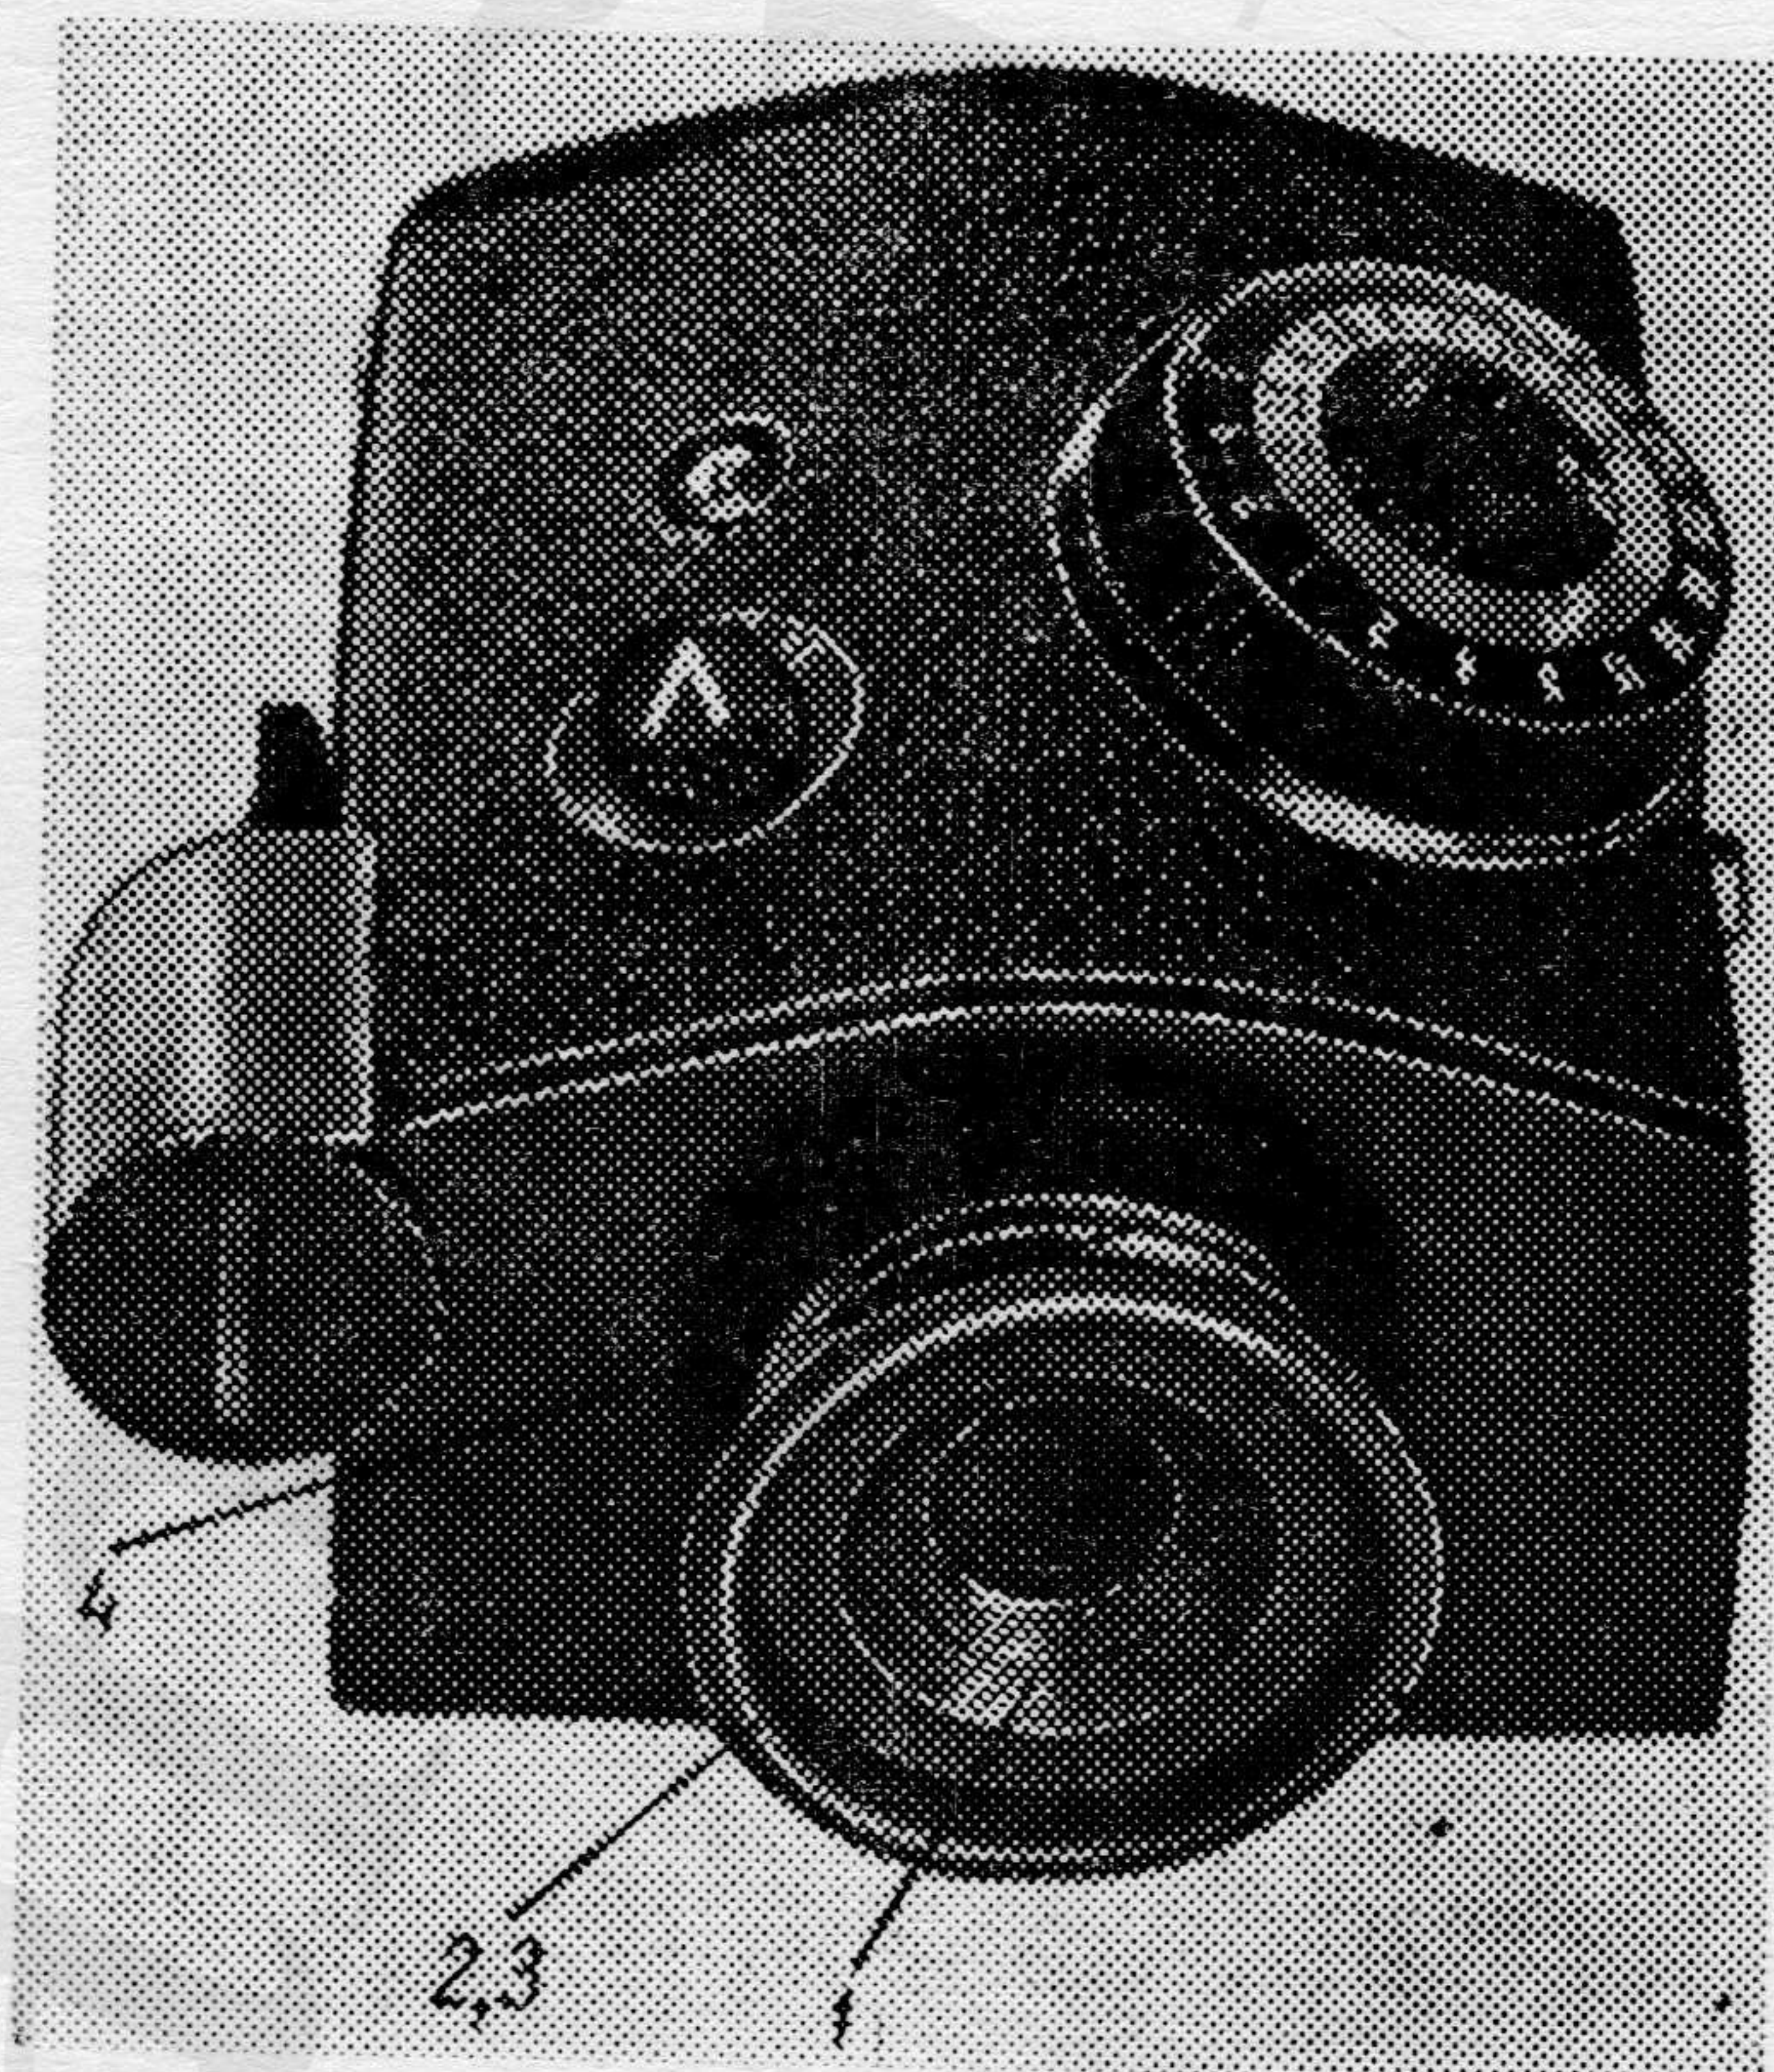
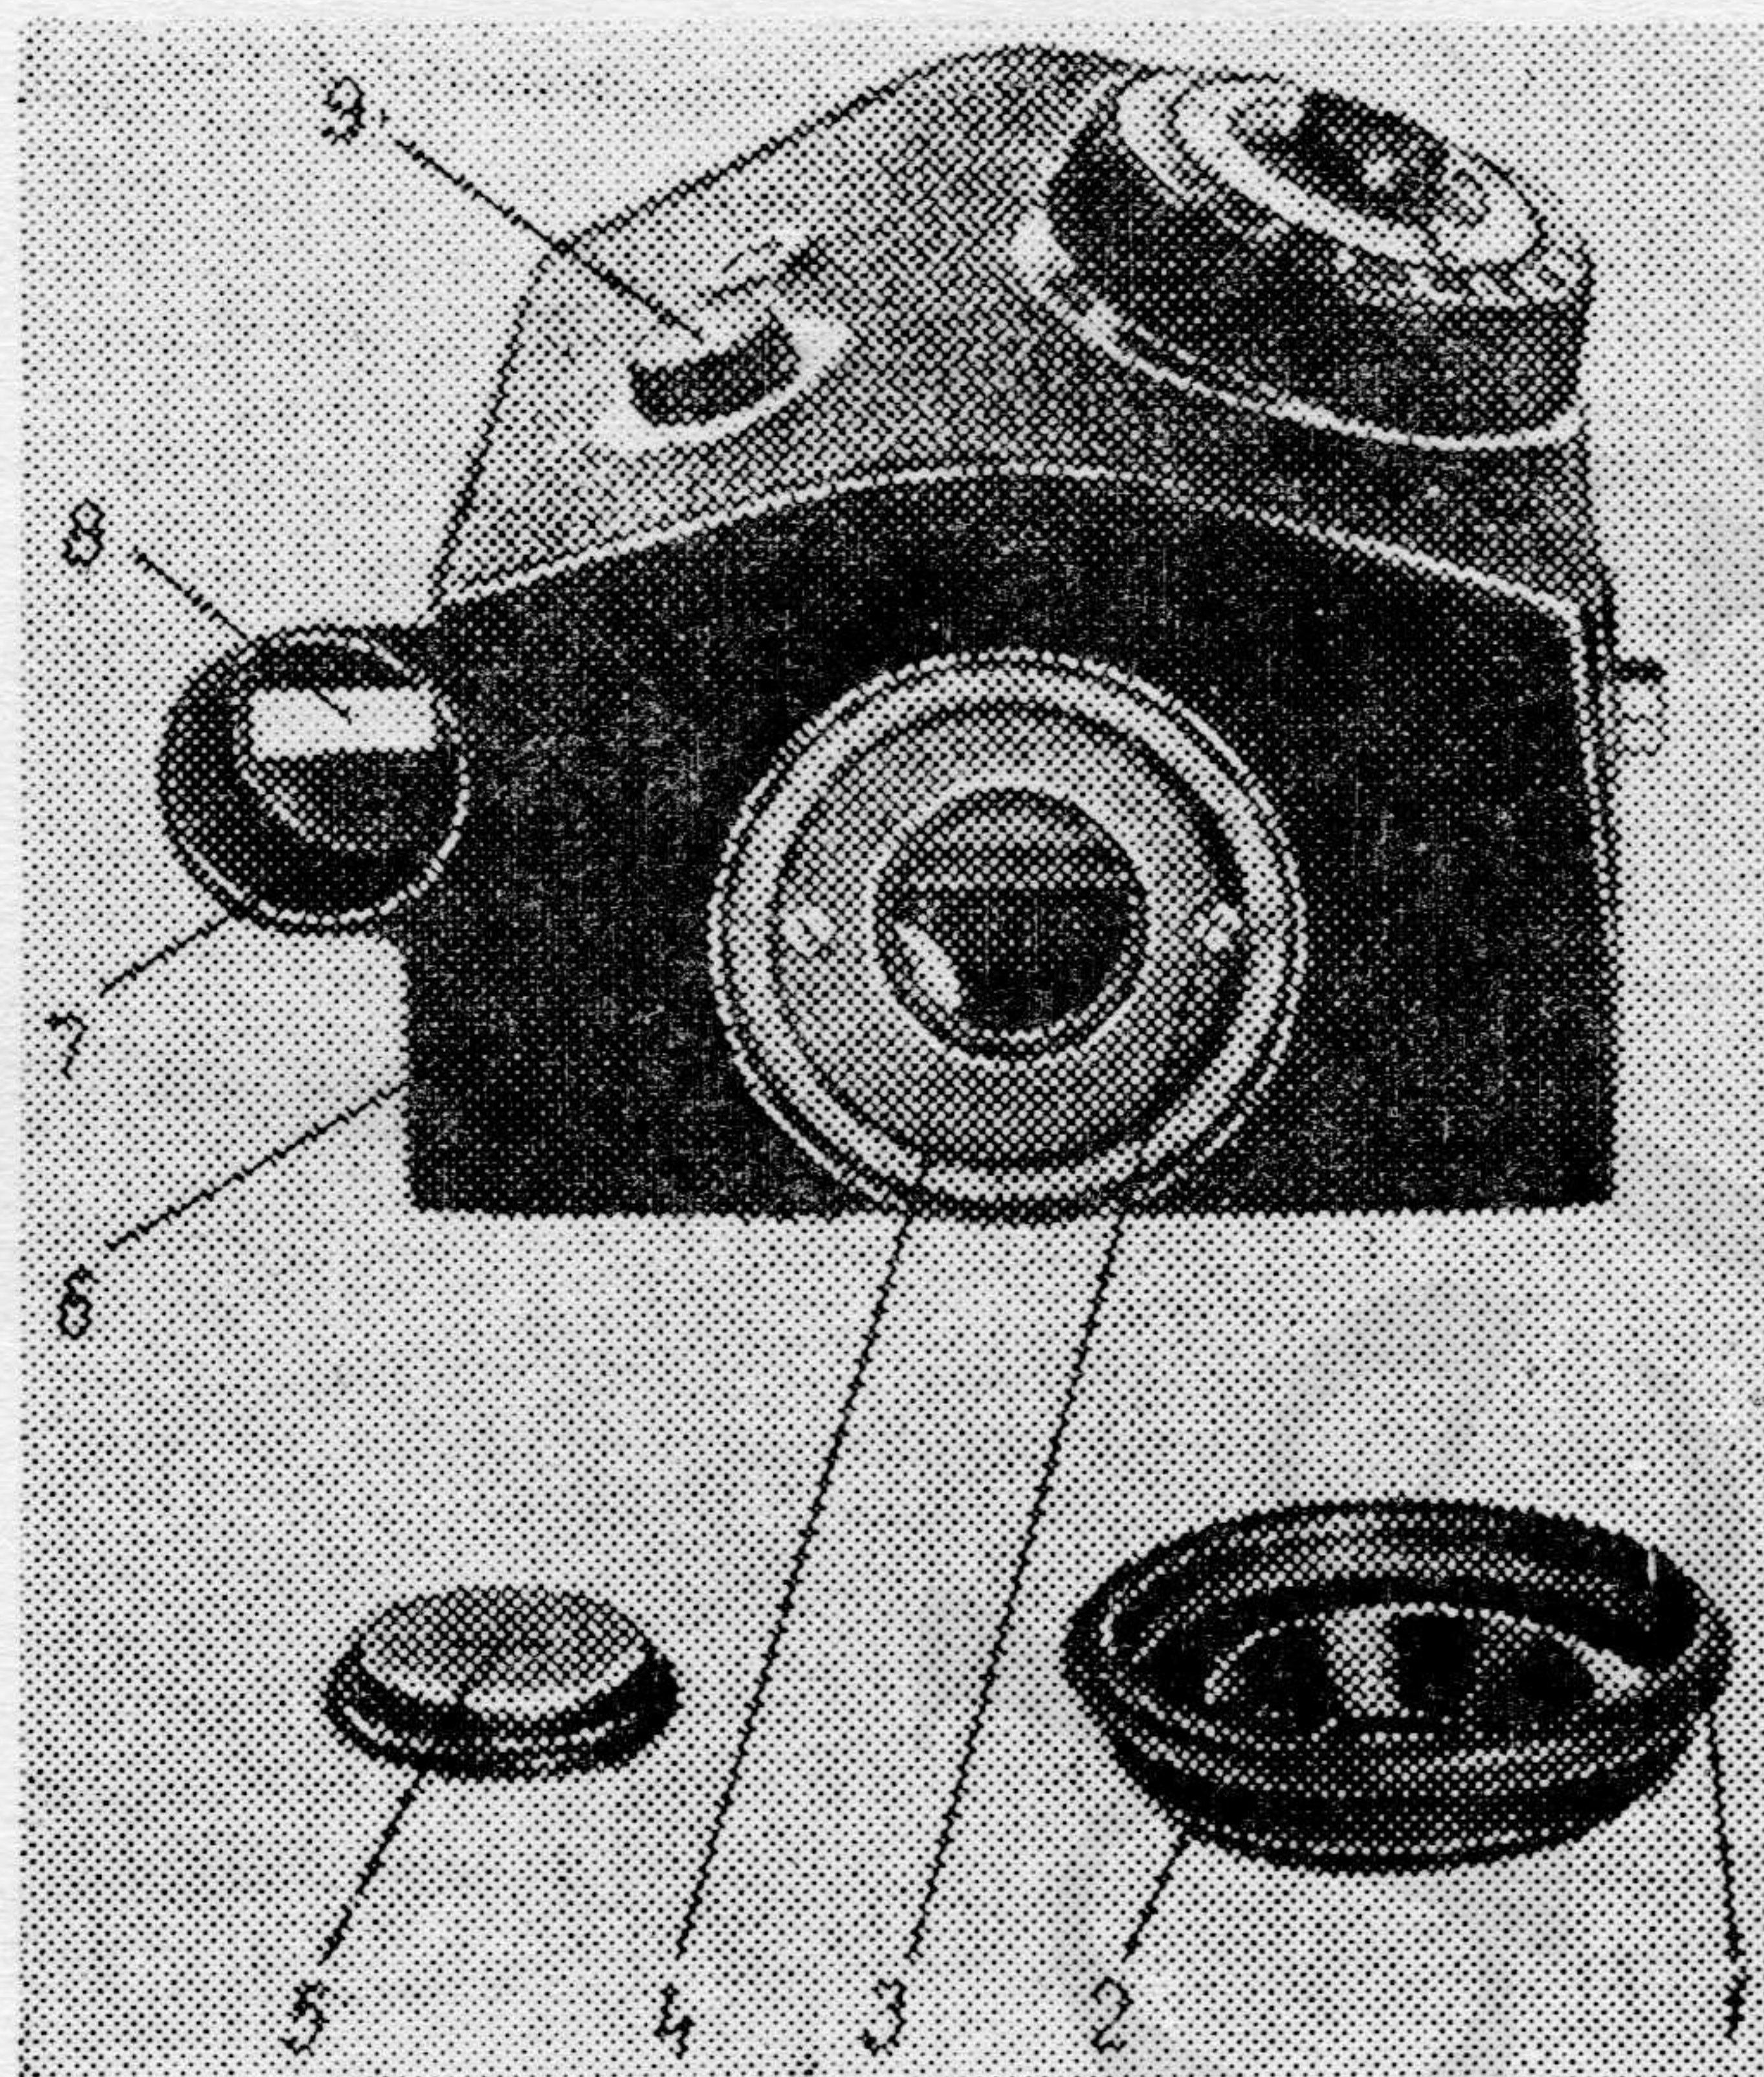
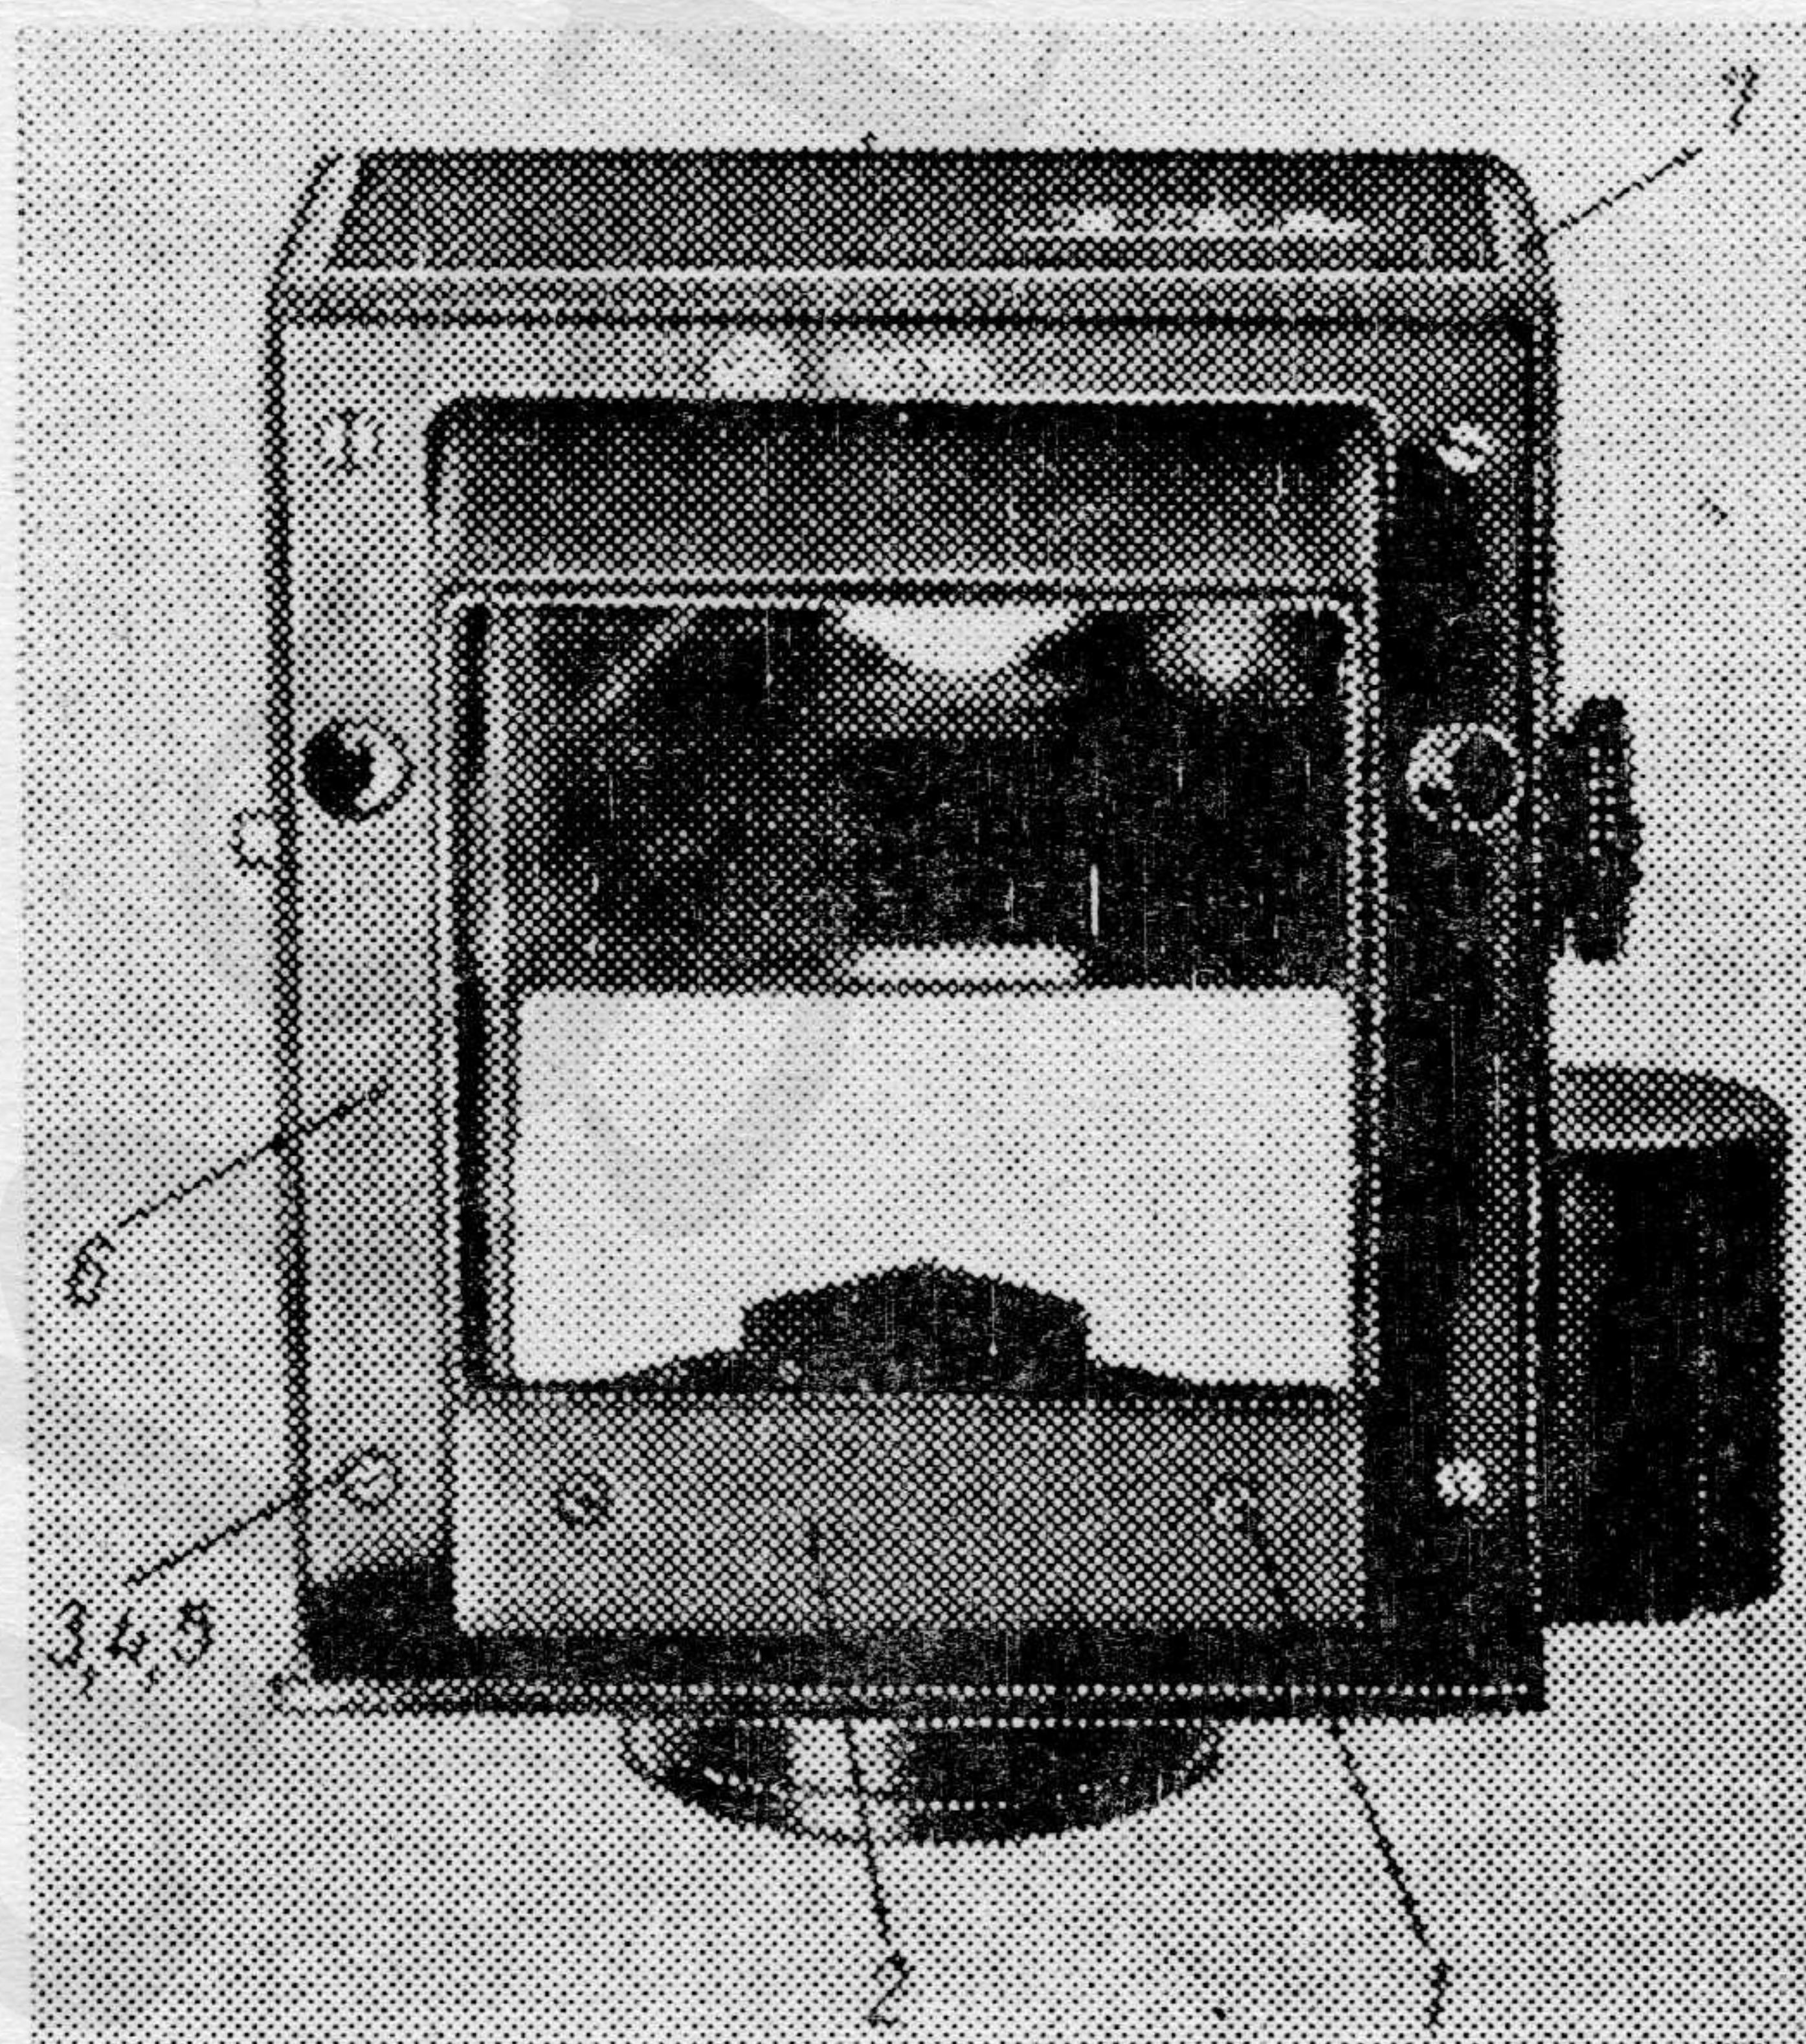
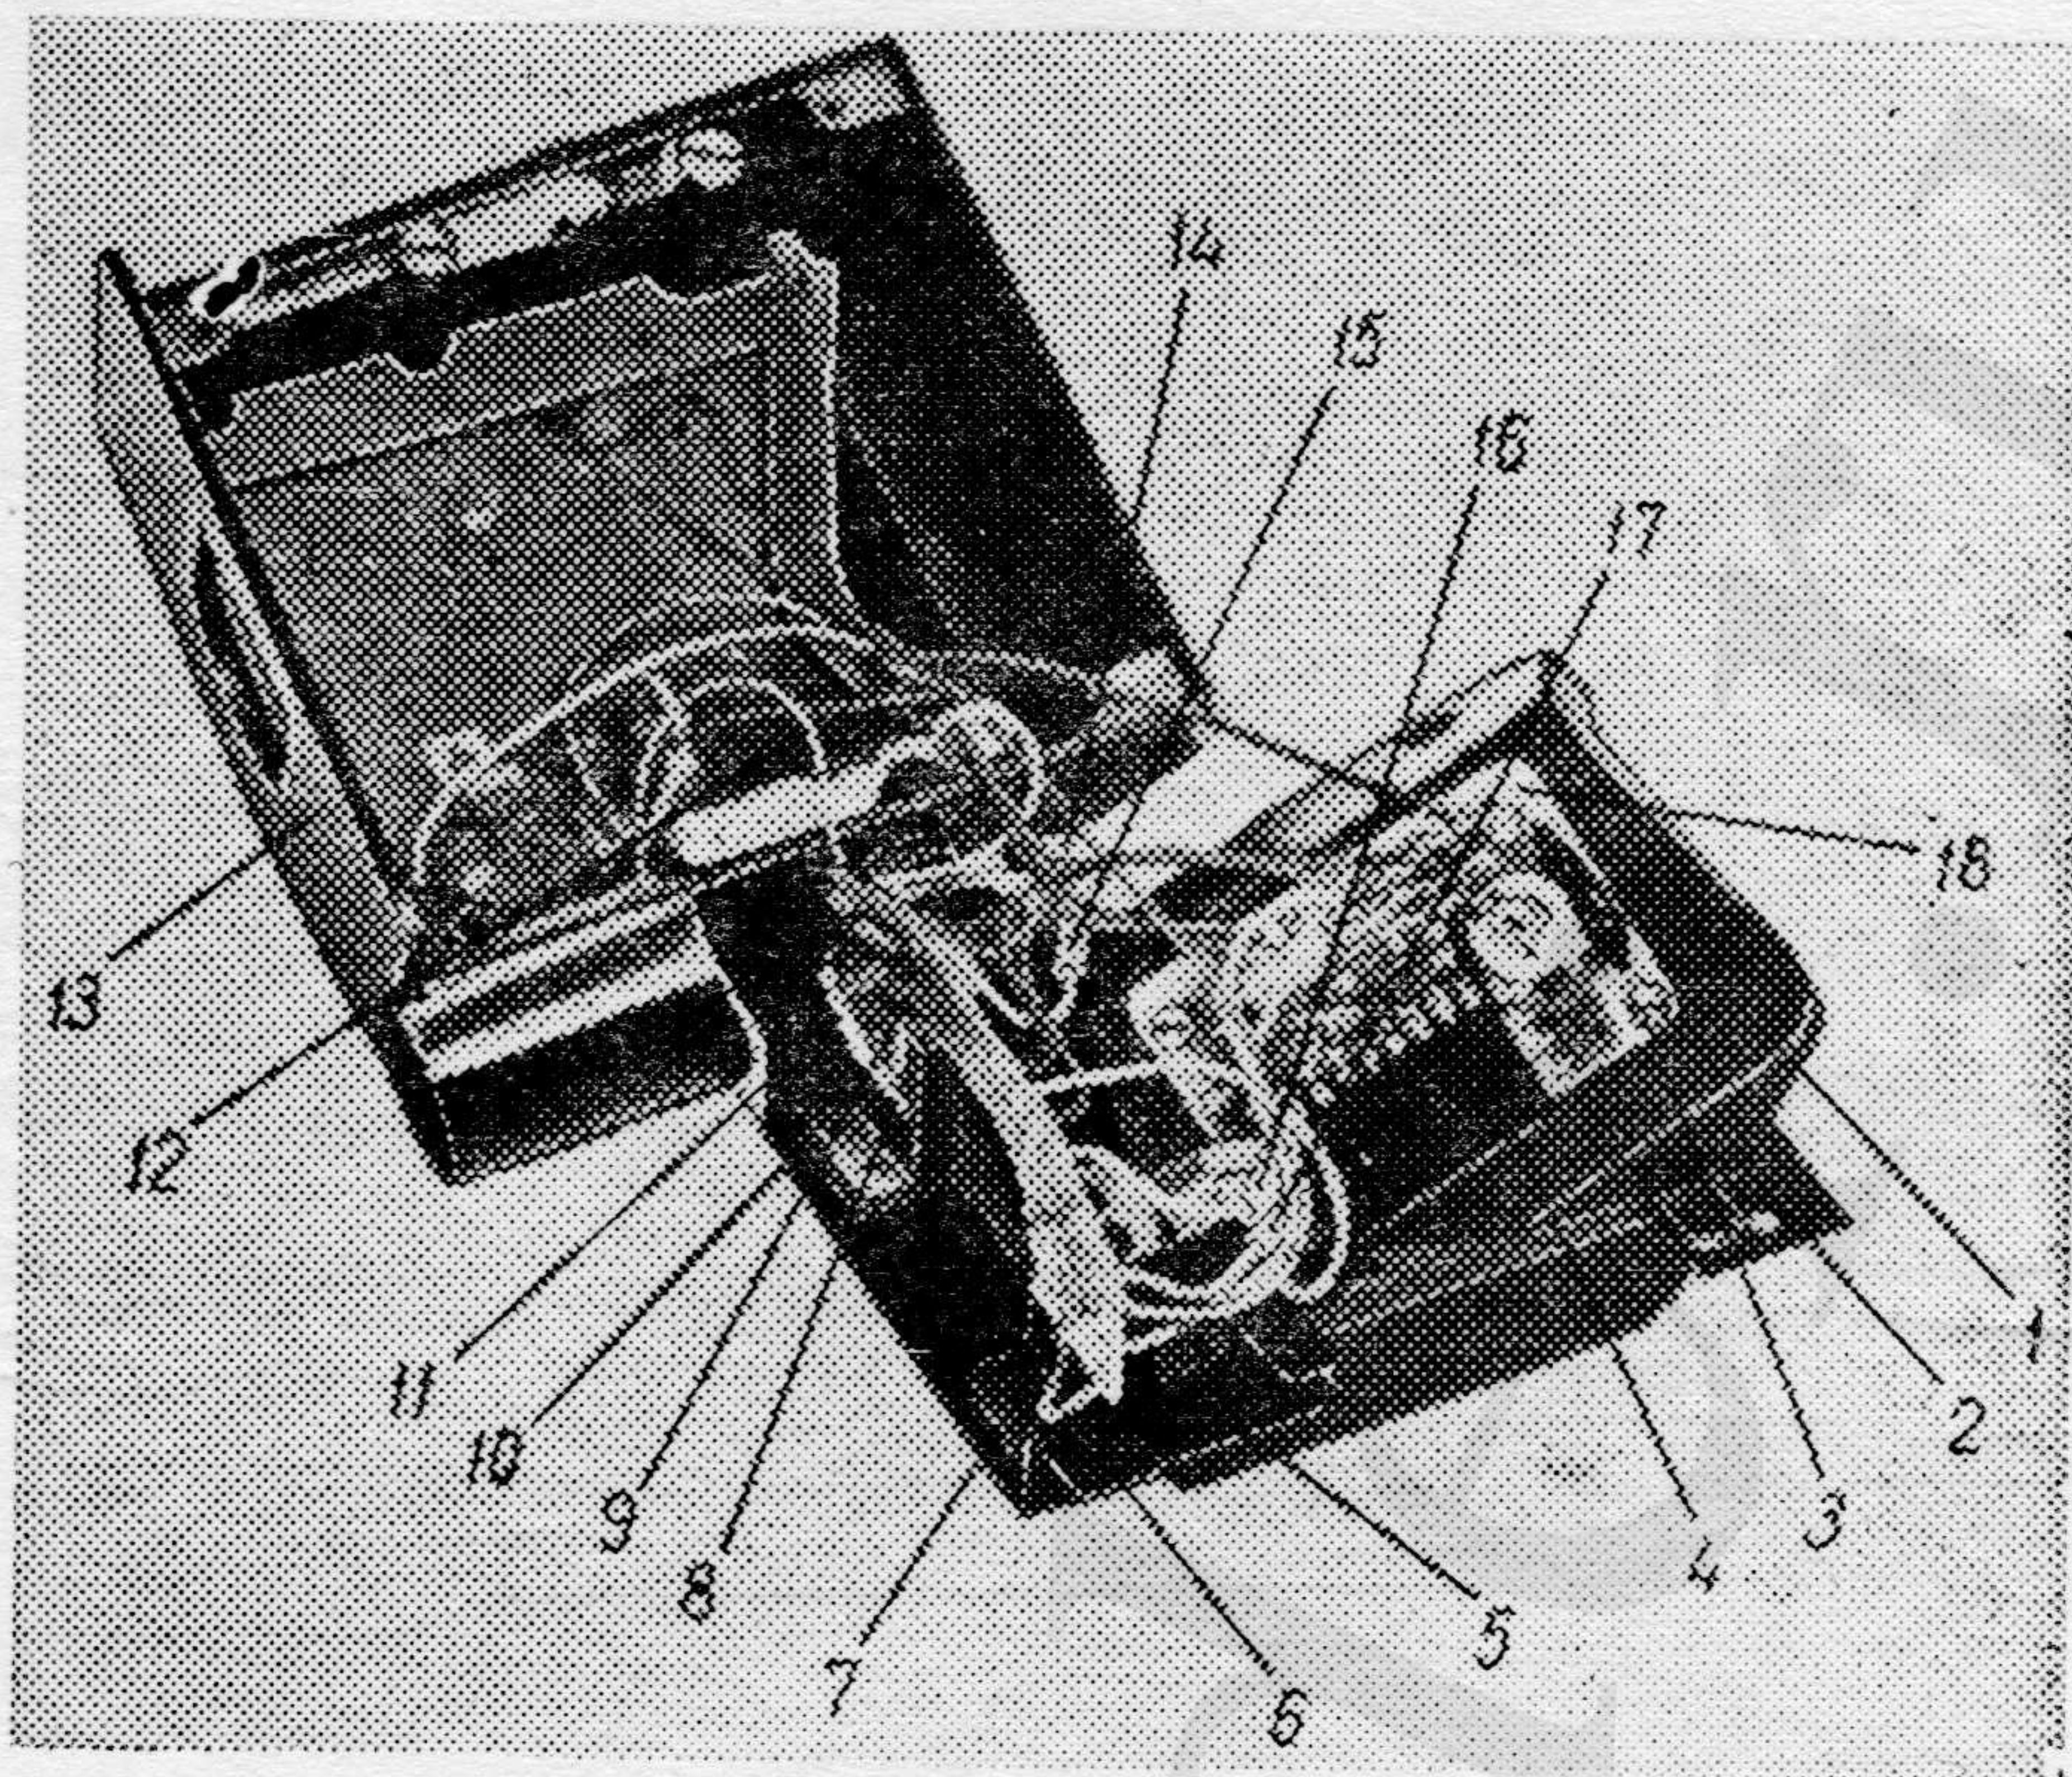

Рис. 2. Общий вид визира призмного TTL
Рис. 3. Визир (вид первый):
Рис. 4. Визир (вид второй):
Рис. 5. Видоискатель с корпусом (вид первый):
Снятые фоторезисторы 5 (рис. 6) заменить годными. Пара фоторезисторов должна быть подобрана по номинальным значениям γ с допуском $\pm 0,03$, но не более 0,8 и R_0 не более 6 кОм, при $E=10$ лк (паспортные данные). Установить поочередно два фоторезистора 5 в отверстия кронштейна блока светодиодов 7 и закрепить винтами 6. Надеть на выводные концы фоторезисторов 5 трубки 6, 7, 8, 11 (рис. 5). Подогнуть выводные концы по соответствующим гнездам платы 9, откусить излишки проводников и механически закрепить. Подпаять выводные концы фоторезисторов припоем ПР2 ПОССУ-61-05 с флюсом ФКТ. Промыть спиртом места паяк и покрыть лаком УР-231 или ЛБС-1.
Установить кронштейн 10 (рис. 5) блока светодиодов на основание 5 видоискателя 2 и закрепить двумя винтами 1 (рис. 4). Затем установить плату 18 (рис. 5) на крышку 1 и закрепить тремя винтами 3.
7.1. Почистить загрязненные поверхности призмы и окуляра спиртоэфирной смесью согласно инструкции РМО-1913-68. Надеть корпус 13 (рис. 5) на видоискатель 2, уложив провода так, чтобы исключить их попадание в места перемещения деталей и стыковки узлов. Вложить рамку 6 (рис. 4) в корпус 7 на основание 2 видоискателя, подложив под рамку снятые шайбы 4, 5, необходимые для выдерживания стыковочного размера 2,85 мм с камерой. Прикрепить видоискатель к корпусу четырьмя винтами 3, завинтив их через рамку 6, шайбы 4, 5 в корпус 7. Проверить стыковочный размер 2,85 мм по калибру 8159-4054. При необходимости отрегулировать шайбами 4, 5. Установить окуляр 4 (рис. 3) в корпус 6 и закрепить двумя винтами 3. Завинтить бленду 1 (рис. 2) в окуляр 4 ключом 7812-5501, предварительно надев наглазники 2, 3.
8.1. Установить источник питания, секцию ЗРЦ-53, в корпус 7 (рис. 3) визира так, чтобы знак «+» находился со стороны пробки 5, и закрепить пробкой, завинтив ее ключом 7812-4788. Секция должна свободно устанавливаться в корпус и надежно контактироваться при полном завинчивании пробки.